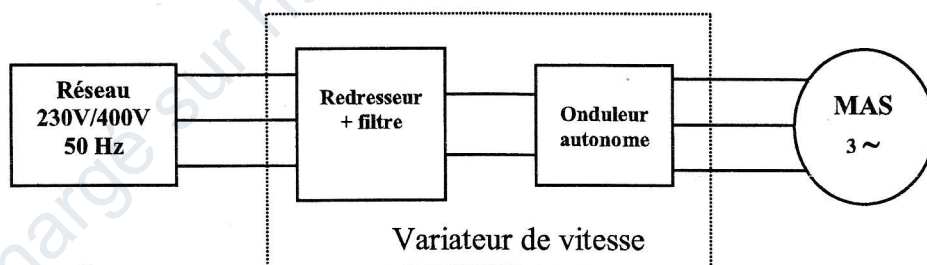

figure 1
2.1. Préciser sur le schéma de la figure 1 du document réponse 1 page 7, le branchement de l'oscilloscope à entrées différentielles permettant de visualiser la tension u_{AB} .
2.2.1. Représenter le branchement du voltmètre sur la figure 1 du document réponse 1 page 7.